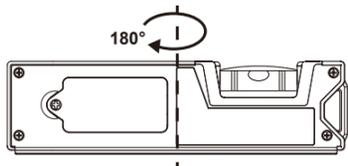

FIG. 2
d. Au même endroit, faites pivoter l'équipement de 180° (voir la FIG. 2 suivante), puis appuyez sur le bouton **MODE**, "CAL 2" clignote plusieurs fois. Une fois que "CAL 2" disparaît, l'étalonnage est terminé et l'écran LCD affiche alors l'angle actuel dans un affichage de haute précision.